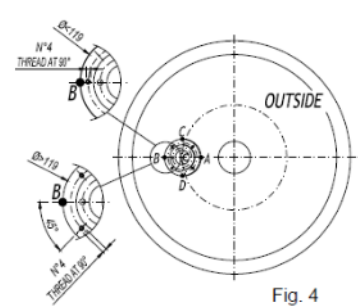

Fig. 4
- ◆ Appuntare con saldatura in C e D (fig. 4)